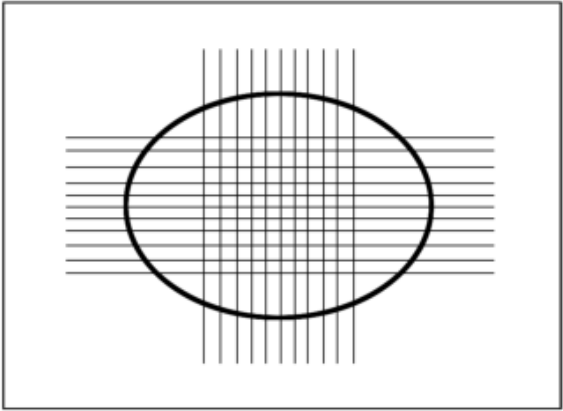

图 2 格阵图形
4.4.3 将试片旋转 90°,在所割划的切口上重复以上操作,以使形成格阵图形,如图 2 所示。